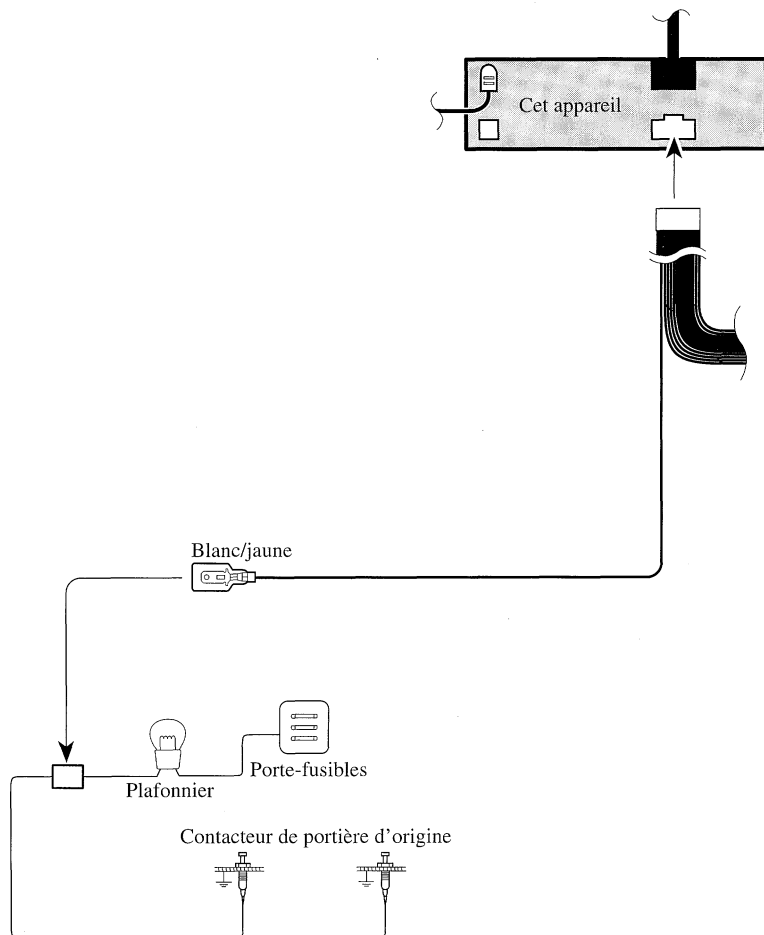

Fig. 3
■ Blanc/jaune (Contacteur de portière, DOOR SWITCH)..... (Fig. 3 et 4)